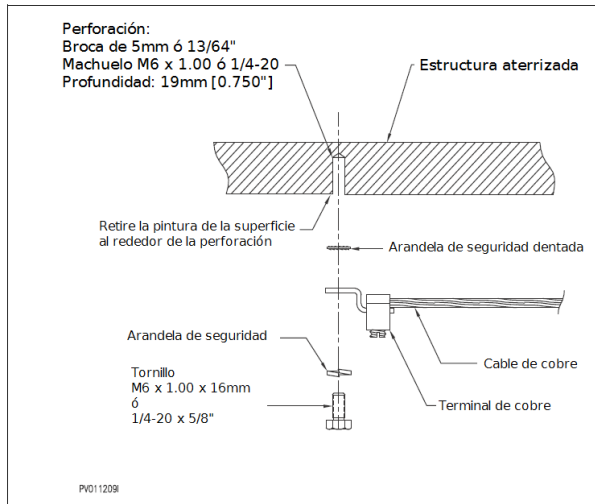

Figura 52: Fijación del cable de aterrizamiento a la estructura aterrizada
2. Fije el cable de cobre a la estructura de acuerdo a la Figura 52: "Fijación del cable de aterrizamiento a la estructura aterrizada".